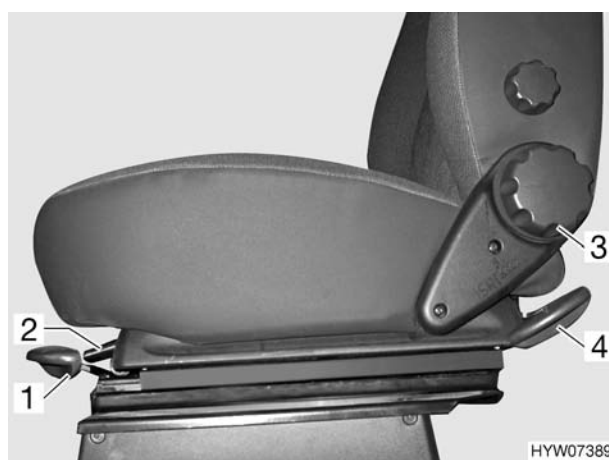

Fig. 12 Sedile del guidatore/sedile del passeggero (variante 1)
- Tirare la maniglia (Fig. 12,1 o Fig. 13,3). Il sedile si solleva in avanti.
- Tirare la maniglia (Fig. 12,4 o Fig. 13,4). Il sedile si solleva indietro.
- Tirare la maniglia (Fig. 12,2 o Fig. 13,1). Il sedile può essere spostato in avanti o all'indietro.
- Girare la manovella (Fig. 12,3) o tirare la maniglia (Fig. 13,5). È possibile regolare l'inclinazione dello schienale.